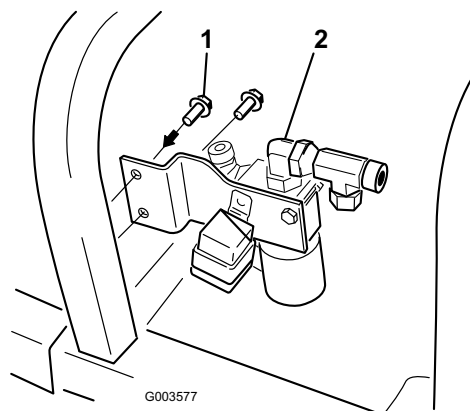

Figure 12
7. Fixez le support de valve au châssis de la machine avec 2 boulons taraudeurs (9/32 x 3/4") (Figure 12).